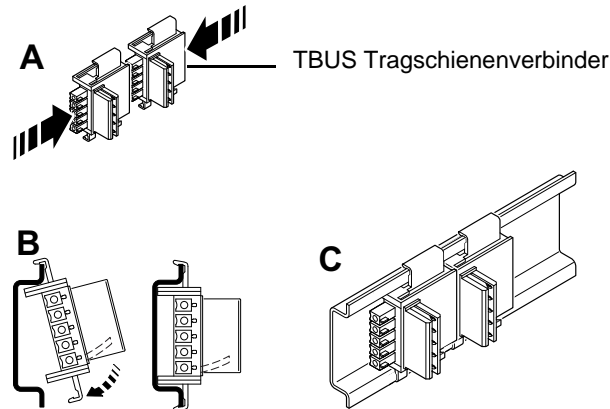

Bild 3-9 Montage von TBUS Tragschienenverbindern
- Stecken Sie die für die Verbundstation erforderliche Anzahl von TBUS Tragschienenverbindern zu einer Einheit zusammen (siehe Bild 3-9, Schritt A).